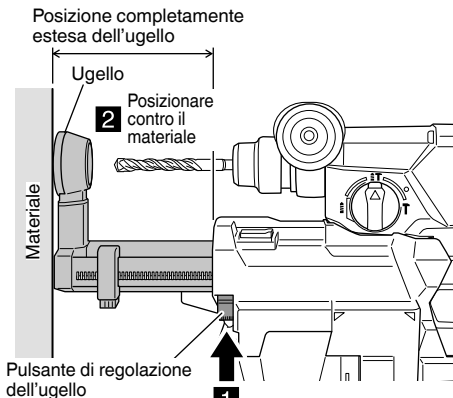

Fig. 5
- (1) Premere il pulsante di regolazione della posizione dell'ugello e assicurarsi che l'ugello sia nella posizione di massima estensione. (Fig. 5)
- (2) Tenendo fermo l'utensile in modo che tale che l'interruttore non venga premuto, posizionare l'ugello contro il materiale da forare. (Fig. 5)